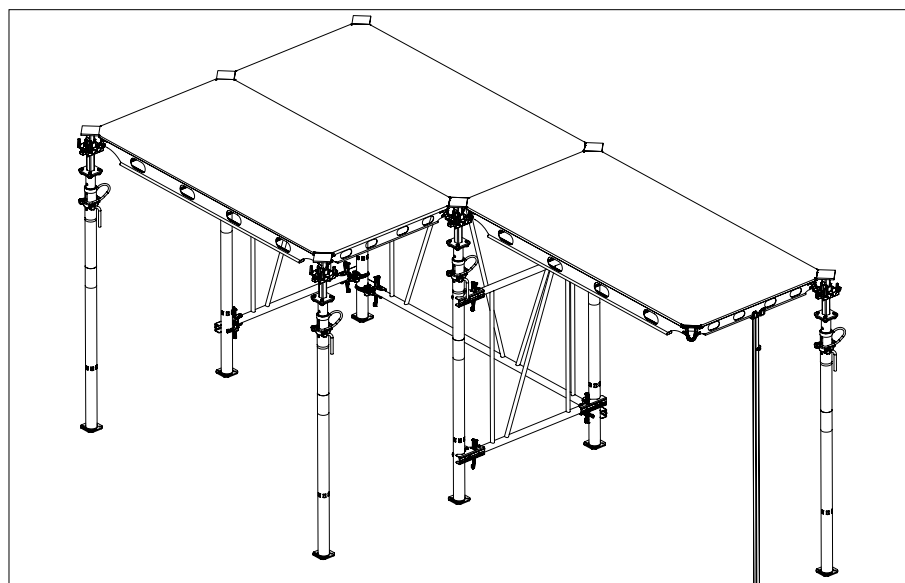

Fig. A5.10
3. Mantenendo l'ausilio per cassaforma come sostegno temporaneo, agganciare il puntello successivo al terzo angolo del pannello. (Fig. A5.10)